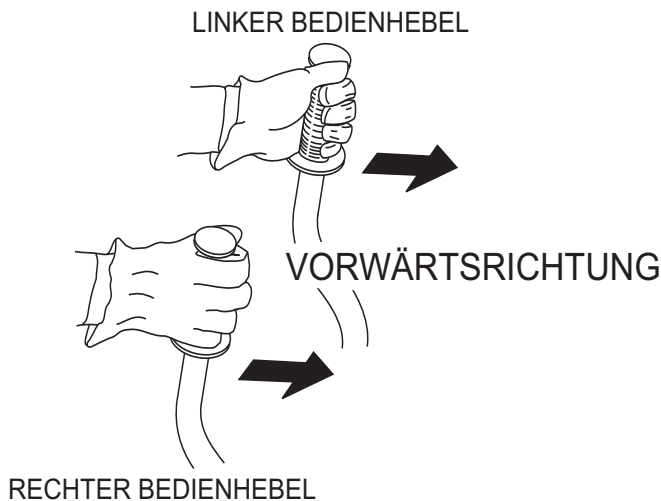

Abbildung 11. Linke und rechte Bedienhebel
1. Den linken und rechten Bedienhebel nach vorne drücken. Siehe Abbildung 11.